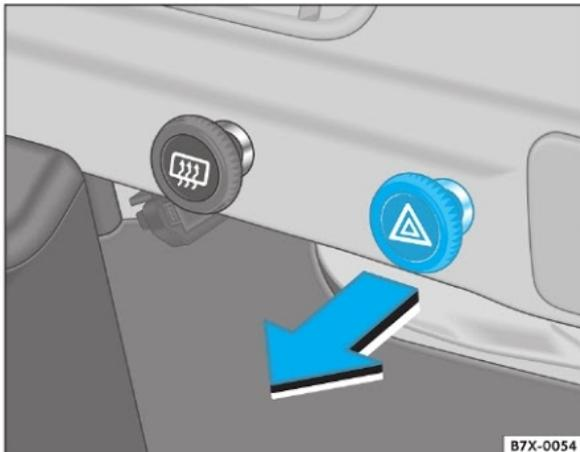

Fig. 36 Detalhe no painel: interruptor da luz de advertência
2. Puxe o interruptor ⇒ fig. 36  para acender as luzes de advertência ⇒ .